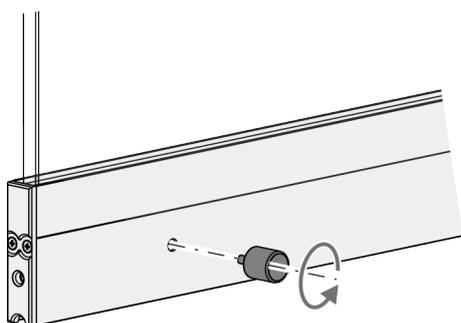

Abb. 8: Anschlagpuffer entfernen
2. ➤ Alle Anschlagpuffer aufdrehen und entnehmen (Abb. 8).